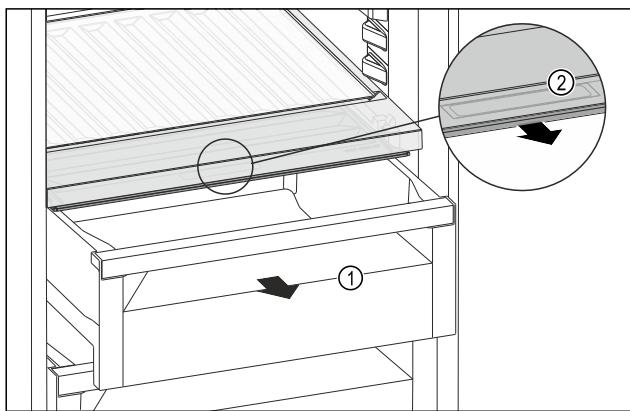

Fig. 122
- Vytiahnite zásuvku Fig. 122 (1).
- Uchopte prieħlbinu na rukoväť Fig. 122 (2) na veku zásuvky a súčasne tăhajte veko zásuvky dopredu.